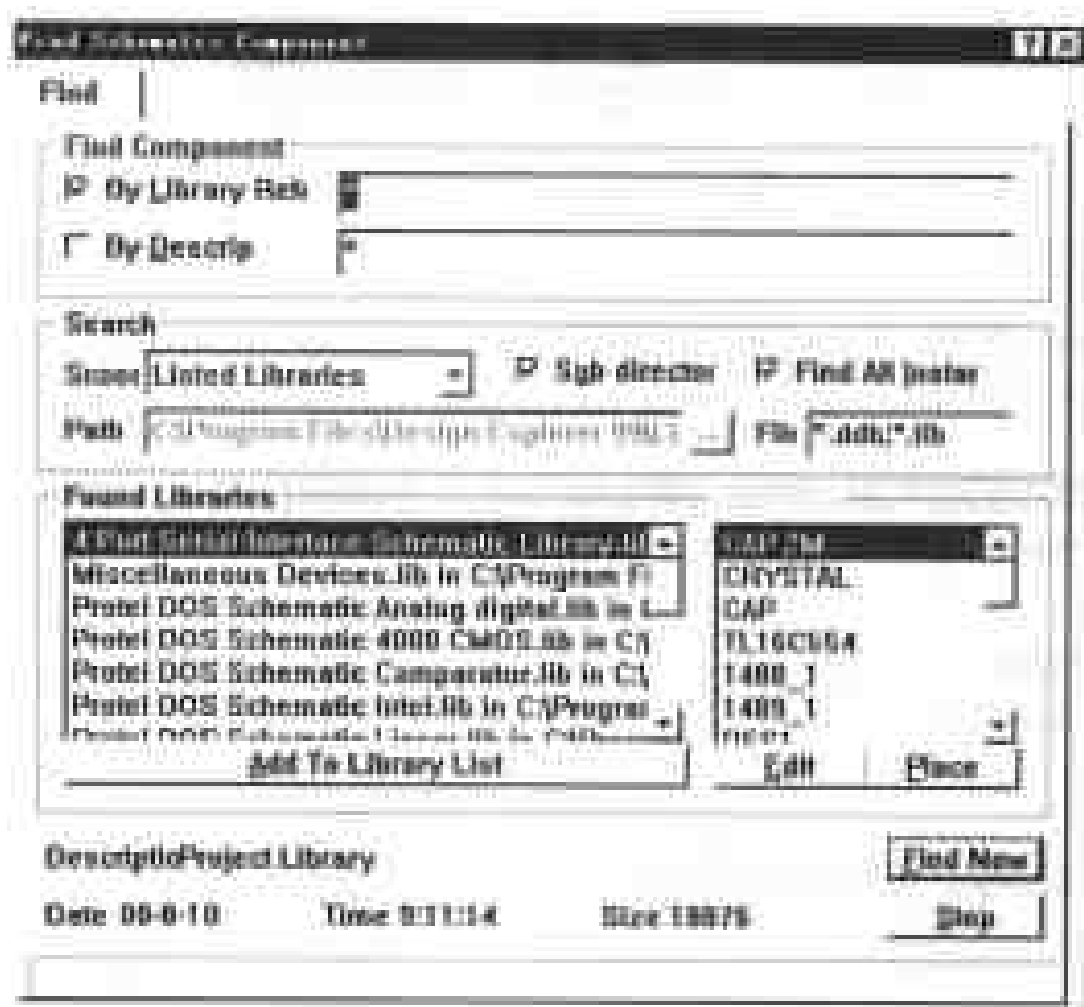

图 3-4 查找元件对话框
(1) Mask: 此栏用于筛选元件。功能是显示元件库里的元件名, 元件名显示在 Mask 栏的下面。
(6) Place 按钮: 是将所选择的元件放置到电路图中。单击该按钮后, 系统自动切换到原理图设计界面, 同时原理图元件编辑器退到后台运行。
(7) Find 按钮: 用于搜索元件, 单击该按钮后, 将会弹出如图 3-4 所示的查找元件对话框。在对话框中可以设置查找的对象和查找的范围, 查找的对象为包含在 .ddb 和 .lib 文件中的元件。